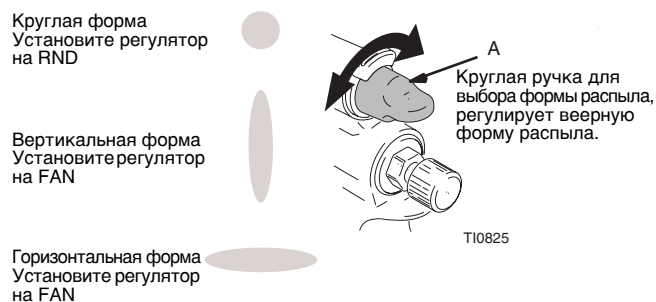

Рис. 7
Ручка-регулятор выбора формы (A) определяет форму распыляемой струи. Для круглой формы струи установите ручку-регулятор формы (A) в положение RND. Для струи в форме веера установите ручку-регулятор формы (A) в положение FAN. Рис. 7.